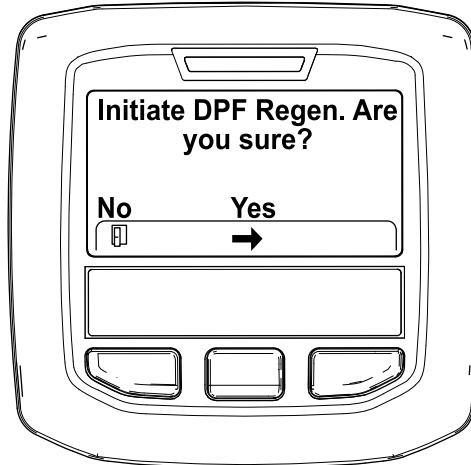

Figura 35
- Cuando aparezca el mensaje “Iniciar regeneración del FPD. Are you sure?” (¿Desea iniciar el proceso de restauración del FPD?), presione el botón central (Figura 35).